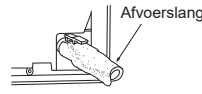

Fig. 4
- Duw de afvoerslang helemaal in de afvoeropening aan de rechterachterkant van de binnenunit. (Fig. 4)
- Steek de afvoerslang door huls (C) in het muurgat, en haak het bovendeel van de binnenunit vast op de installatieplaat (1). Verplaats de binnenunit vervolgens helemaal naar links zodat de leidingen makkelijker achter in de unit kunnen worden geplaatst.